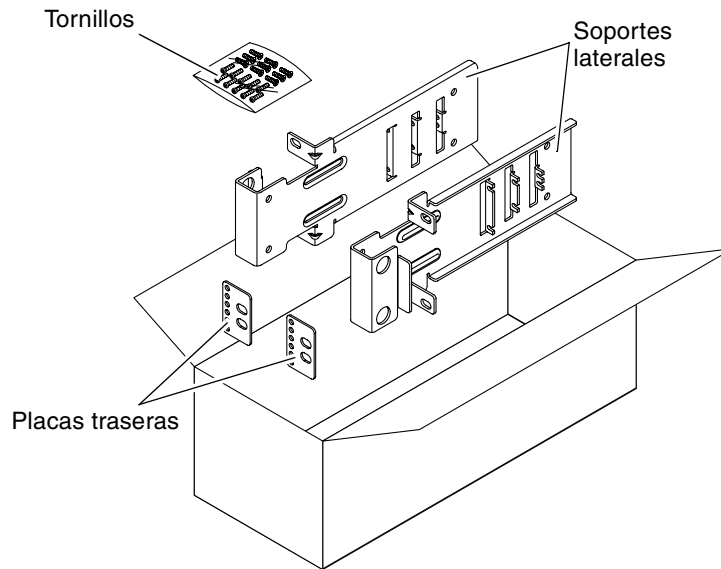

FIGURA 3-30 Contenido del kit de montaje fijo de 19 pulgadas de 2 postes
1. Saque los soportes laterales del kit del bastidor (FIGURA 3-30).
5. (Opcional) Si se encuentra en un entorno en el que haya muchas vibraciones, utilice las placas traseras para fijar mejor el servidor al bastidor (FIGURA 3-30).